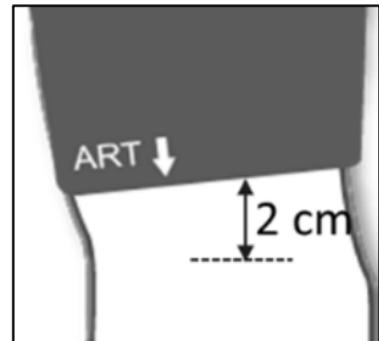

Abb. 2: Sitz der Manschette
- Richten Sie die Manschette so aus, dass der Manschettenschlauch an keiner Stelle geknickt werden kann. Richten Sie die Manschette so aus, dass sich der untere Rand der Manschette etwa 2 cm über Ihrer Ellbogenbeuge befindet, siehe Abb. 2.
- Achten Sie unbedingt darauf, dass das Arteriensymbol auf der Manschette auf der Arterie (Arteria Brachialis) liegt, siehe Abb. 2.